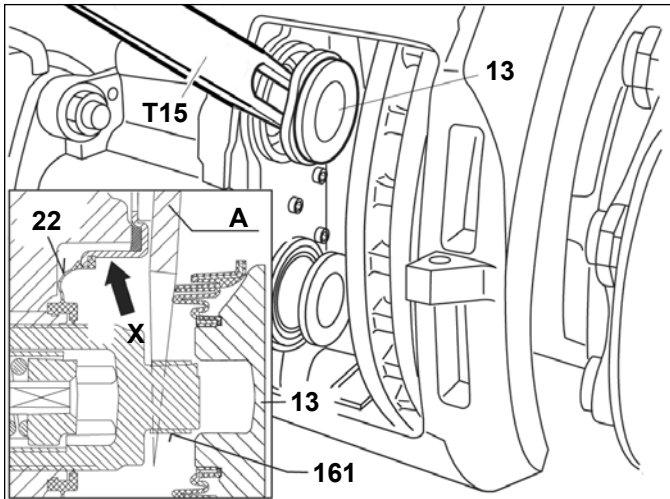
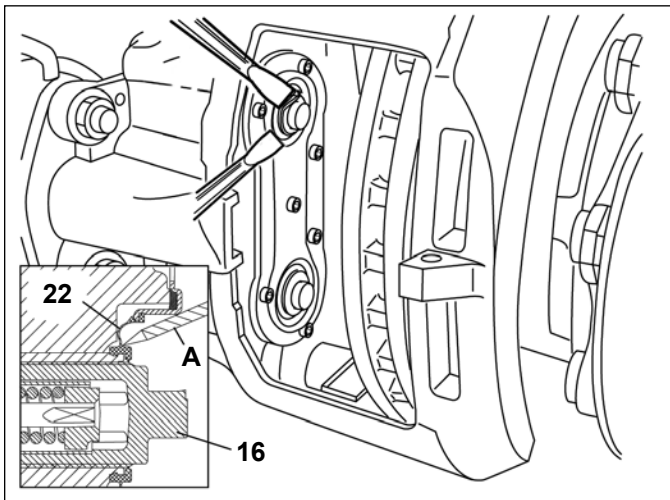

FIGURE 48 - UTILISATION DU COIN D'ÉCARTEMENT DE FREIN
FIGURE 49 - DÉPOSE DU JOINT INTERNE
(« A » dans la Figure 48) d'être inséré. ATTENTION : Ne pas insérer le tournevis sur plus de 6 mm (0,25 po). Prendre soin de ne pas endommager la surface du joint interne (voir la flèche « X » de la Figure 49). Les sillons ou les rainures empêchent une bonne étanchéité et exigent le remplacement de l'étrier.
5.5.10 Cf. Figure 49. Enlever avec soin le joint interne à l'aide d'un ou de deux tournevis à lame plate, comme il est illustré. Avertissement : Ne pas insérer les tournevis trop profondément, car ils ne doivent pas entrer en contact avec les tubes filetés. Si les tubes filetés sont endommagés, le frein doit être remplacé.